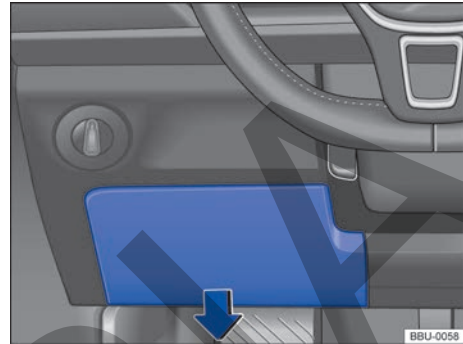

Fig. 146 En el lado izquierdo, junto al volante: tapa de la caja de fusibles del tablero de instrumentos.
- Tire de la tapa hacia abajo y retírela → fig. 146 (flecha).
- *Montaje*: Presione la tapa en los alojamientos del tablero de instrumentos en el sentido contrario al de la flecha → fig. 146 hasta que encastre de forma audible.